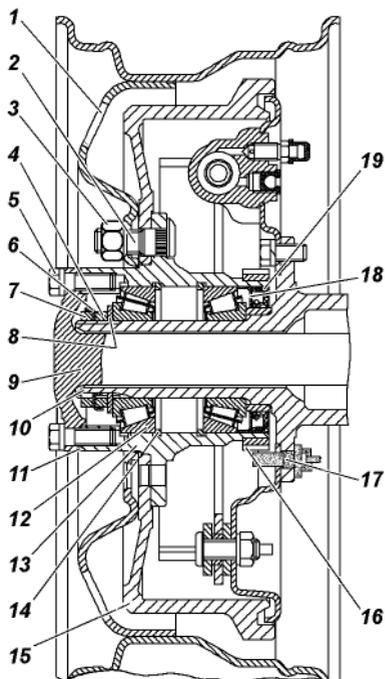

Рис. 9.27. Ступица заднего колеса:
2. Снимите колпак колеса. Демонтируйте полуось 9 (рис. 9.27) заднего моста или ведущий фланец у переднего моста.